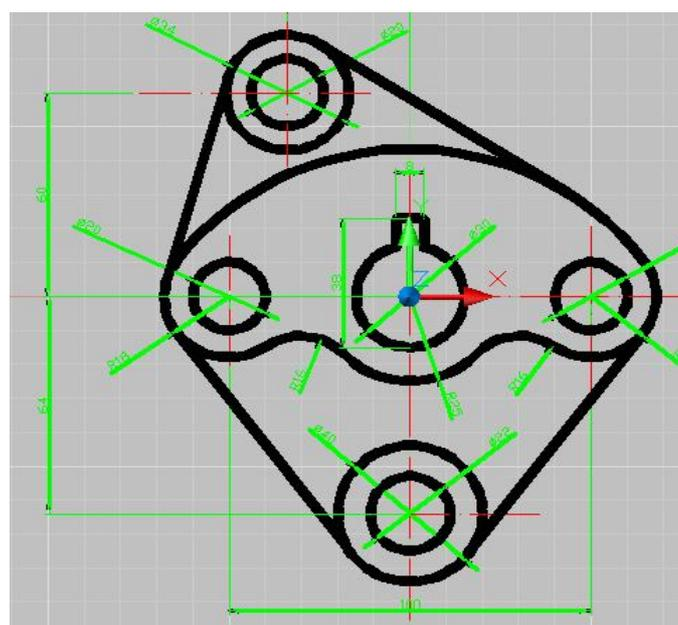

Рис. 16
19. В слое под названием «осевые» чертим все необходимые осевые линии. В слое «размеры» указываем все размеры, которые требуются для создания детали (см. рис. 16).